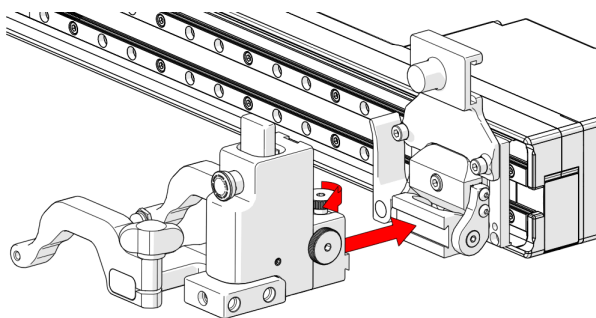

Abbildung 2-102 Montage des Prüfkopfhalters am Träger
1. Lösen Sie den Einstellknopf für den Prüfkopfhalter und befestigen Sie die Schwalbenschwanzbacke des vertikalen Schwerlast-Prüfkopfhalters am Träger (siehe Abbildung 2-102 auf Seite 115).